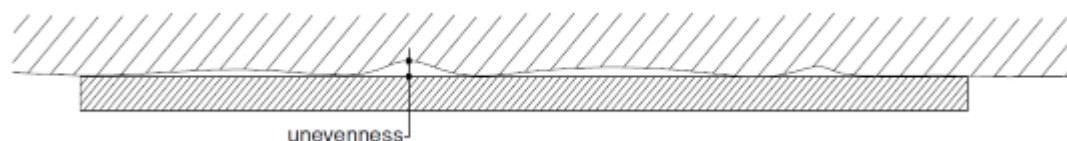

Fig. 1c. Denivelare a suprafeței
- Abaterea de la planeitate ale suprafeței trebuie să fie limitate la următoarele valori (Fig. 1c.):